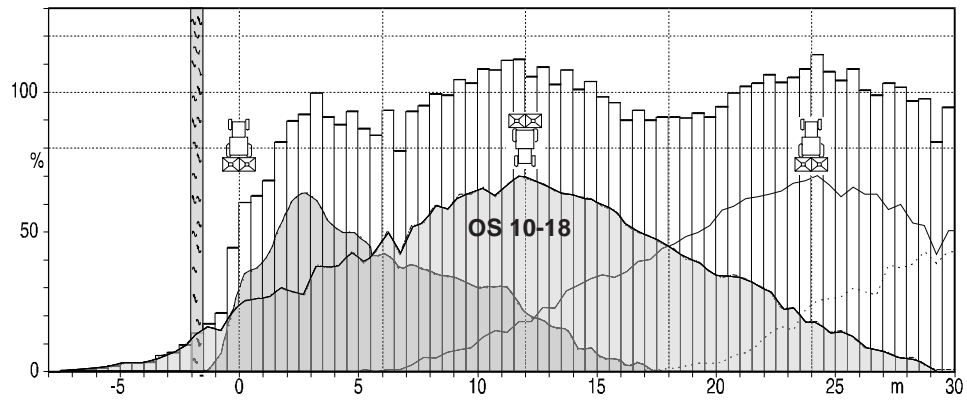

Fig. 4.3
- Fahrgassen in Abständen von 10 bzw. 12 m anlegen (Fig. 4.3 und 4.4).
So ist z.B. das Grenzstreuen (mit Grenzstreuschirm) auf 1,5 m Abstand bei 18 m Fahrgassen gut, da kein Dünger über die Feldgrenze geworfen wird. Wird jedoch mit der selben Schaufelstellung (bei einigen Düngersorten, z.B. KAS, ist es möglich, mit der selben Schaufelstellung eine optimale Querverteilung bei 10-18 m Arbeitsbreite zu erzielen) auf 12 m oder auf 10 m Fahrgassenabstand gefahren, werfen die OS 10-18 bei der Rückfahrt beachtliche Düngermengen (ca. 4,5 bzw. 6,5 m weit) über die Grenze hinweg (siehe Fig. 4.3).